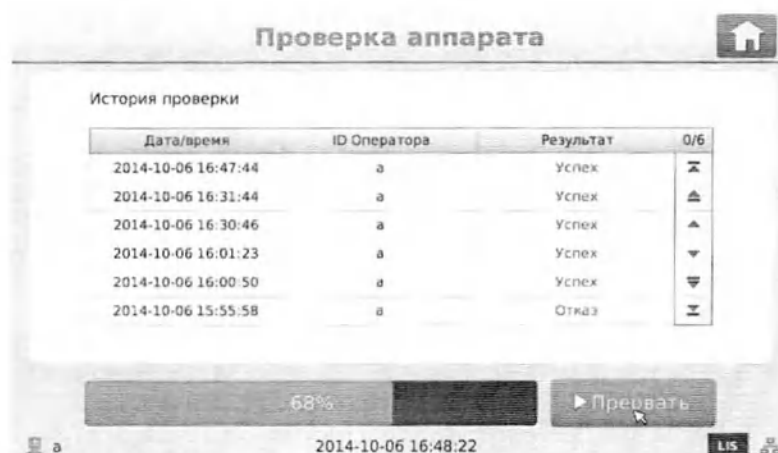

Рис. 9-1. Сканирование калибратора во второй раз и более
- ▷ Нажмите кнопку «**Старт**» для того, чтобы запустить проверку. Вы увидите таблицу как на рисунке 9, если делаете измерение в первый раз, и как рисунок 9-1, если измерений уже выполнялись.